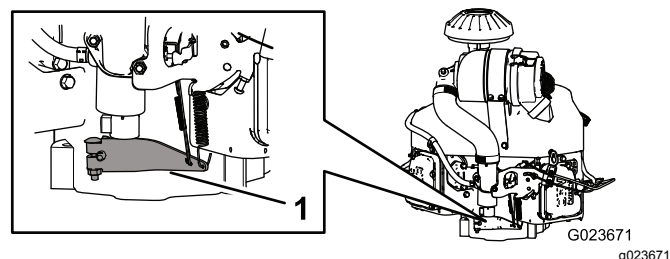

図 66
3. ガバナのアームのスプリング側のタンブを押し下げる 図 66 。